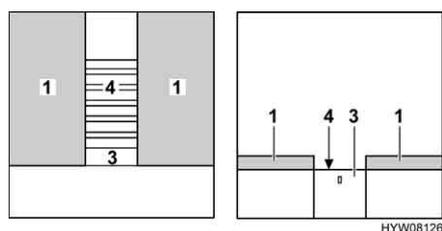

Fig. 91 Durante la transformación
- Extraer completamente el somier (Fig. 91,4). Para esto, tirar del dispositivo de extracción (Fig. 91,3).